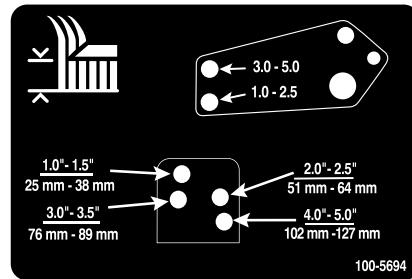
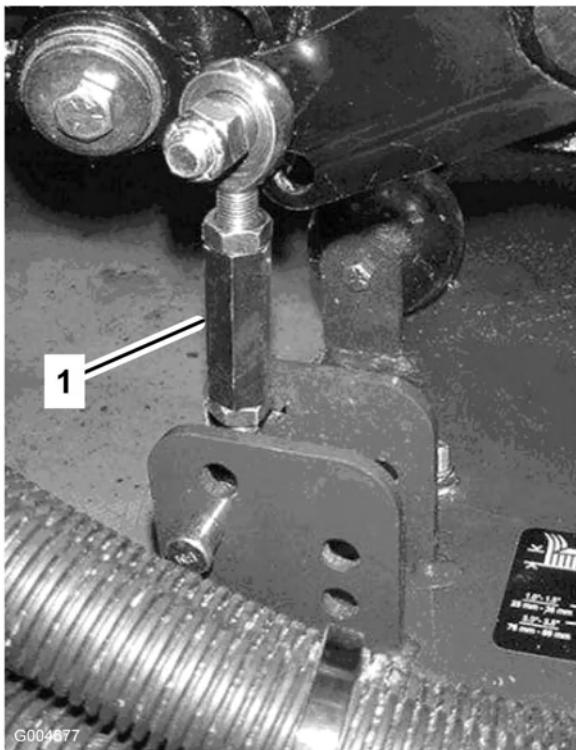

Bild 23
Bild 22
8. Entfernen Sie die Splints und Lastösenbolzen, mit denen die Stoßdämpferverbindungen an den Mähwerkbügeln befestigt sind (Bild 22). Fluchten Sie die Stoßdämpferverbindungslöcher mit den ausgewählten Löchern im Schnitthöheneinstellbügel am Mähwerkrahmen ab (Bild 23), stecken die Lastösenbolzen ein und bringen die Splinte an.